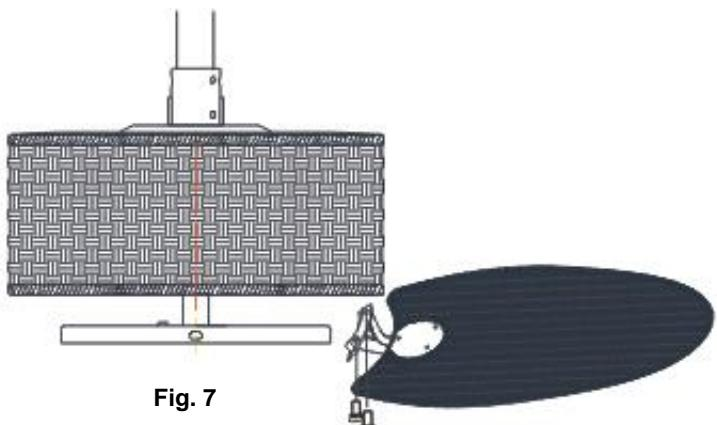

Fig. 7
6. Fije la hoja en el motor apretando 2 tornillos con arandelas. Asegúrese de que todos los tornillos estén bien apretados para reducir la posibilidad de deformaciones o desequilibrios. (Tenga cuidado de no apretarlos excesivamente, ya que podría dañar las aspas). Repita el proceso con el resto de las aspas. (Fig. 7)